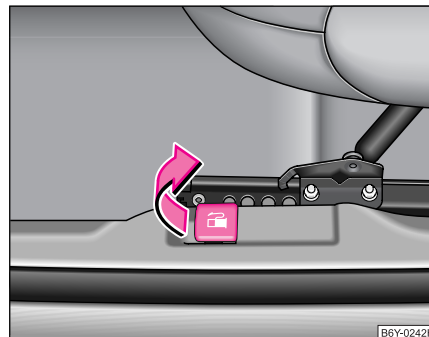

Fig. 136 Palanca para apertura de la tapa del depósito
- La tapa del depósito se abre tirando de la palanca de accionamiento* junto al asiento del conductor ⇒ **página 194, fig. 136** o abatiendo en la boca de llenado de combustible.